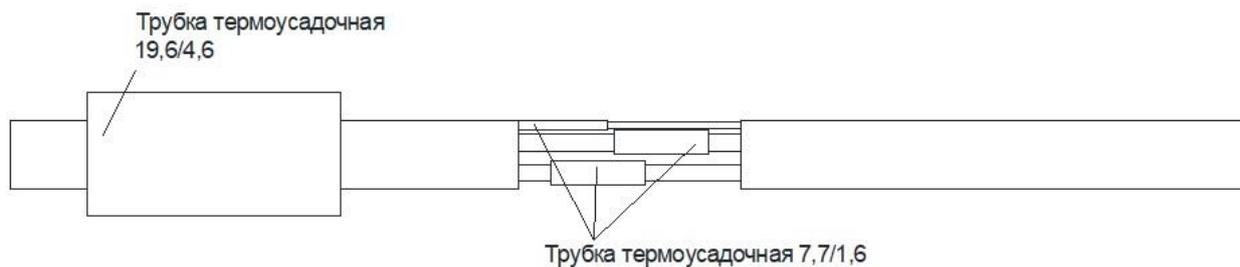

Рисунок 4.
**2.12.** Надвинуть термоусадочные трубки 7,7/1,6 30 мм на обжатые гильзы так, чтобы гильза была полностью закрыта термоусадочной трубкой! Усадить термоусадочные трубки воздушным термопистолетом. Рисунок 4.